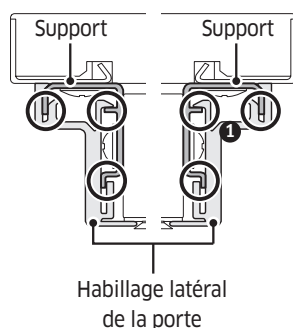

Figure 1
- Reportez-vous à la figure 1-❶ et installez l'habillage latéral de la porte sur le support. Assurez-vous que l'habillage est correctement mis en place.